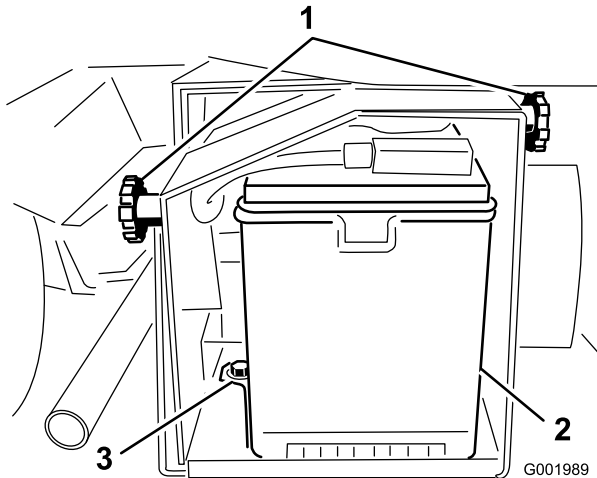

Bild 56
2. Lösen Sie die Handräder an beiden Seiten des Batteriekastens und nehmen Sie die Batterieabdeckung ab (Bild 56).
5. Nehmen Sie die Batteriehalterungen und -befestigungen ab (Bild 56).
2. Setzen Sie die Batteriehalterung auf und befestigen Sie sie mit den drei vorher entfernten Befestigungen (Bild 56).
4. Setzen Sie die Batterieabdeckung auf und befestigen Sie sie mit den zwei Handrädern (Bild 56).
1. Lösen Sie die Handräder an beiden Seiten des Batteriekastens und nehmen Sie die Batterieabdeckung ab (Bild 56).